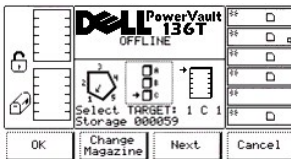

Abbildung 36. Dialogfeld "Command" > "Move" > "Position Picker" > "Change Magazine"
- 1 Wenn die Taste unter dem Softkey **Next** gedrückt wird, wechselt der aktuelle Quellenparameter von "Spalte" zu "Magazin", und das Dialogfeld "Change Magazine" wird angezeigt (siehe Abbildung 36).